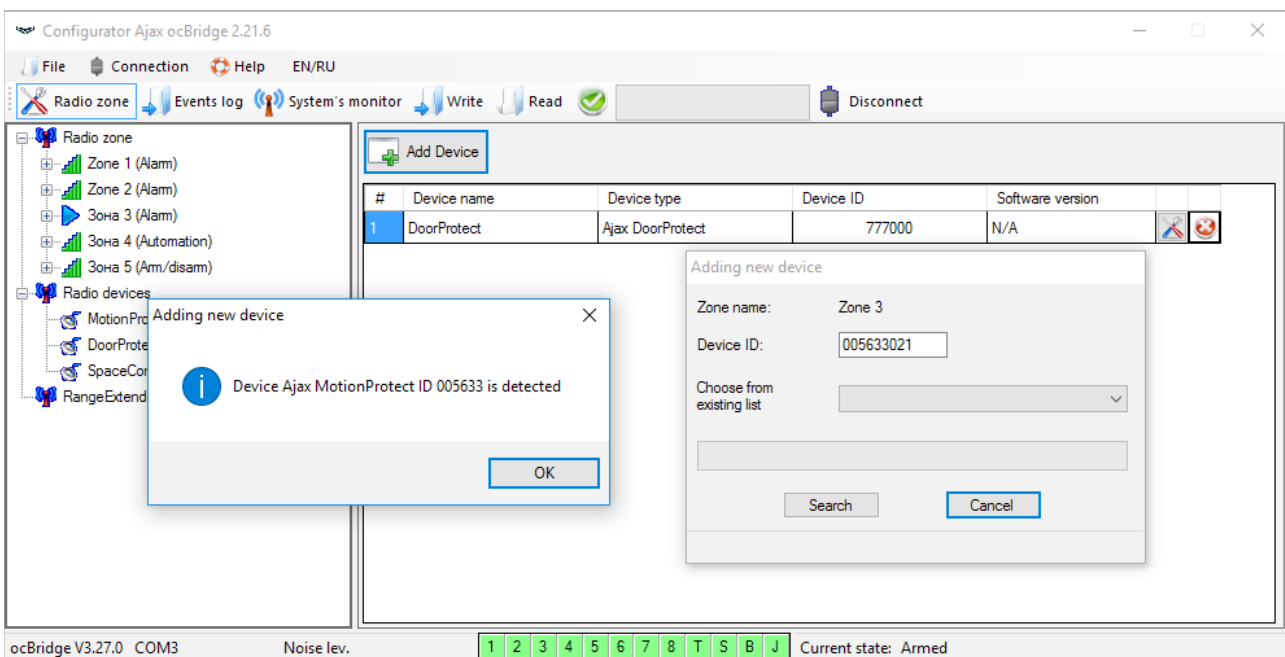

Abb. 4. Fenster Geräteregistrierung
Dann geeigneten Zonentyp und die entsprechenden Einstellungen wählen (siehe **Anschluss an die Zentraleinheit** dieses Handbuchs). Für das Hinzufügen eines Geräts wählen Sie die jeweilige Zone und klicken auf **“Add a device” (Gerät hinzufügen)**. Das Feld **“Adding new device” (Neues Gerät hinzufügen)** wird angezeigt. Jetzt geben Sie die Sensorkennung (ID, unterhalb des QR-Codes auf dem Gerät) ein und klicken auf **“Search” (Suchen)** (Abb. 4).
4. Wenn die Sensoren erfolgreich im Sicherheitssystem angemeldet sind, klicken Sie auf "**Write**" (**Schreiben**) (Abb. 4), um die Konfigurationsdaten der Sensoren im Speicher des ocBridge Plus-Empfängers zu speichern. Wenn ocBridge Plus mit dem PC verbunden ist, klicken Sie auf "**Read**" (**Lesen**) (Abb. 4), um die vorab gespeicherte Sensorkonfiguration aus dem ocBridge Plus-Speicher zu lesen.